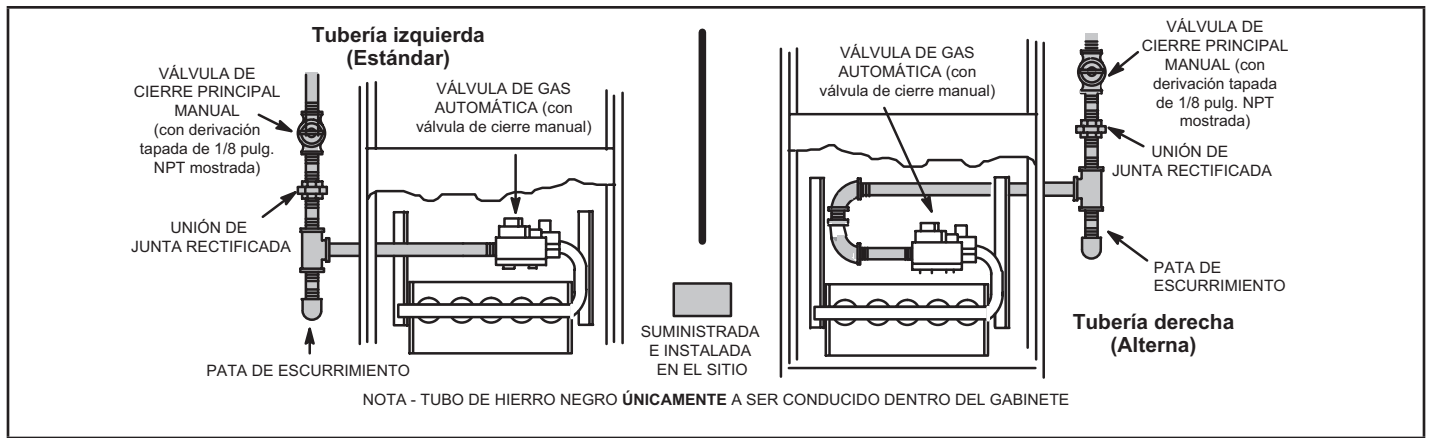

FIGURA 55
- 1 - La tubería de gas se puede conducir a la unidad desde el lado izquierdo o lado derecho. La tubería de suministro entra a la válvula de gas desde el costado de la válvula como se muestra en la "FIGURA 55". La torsión máxima es de 800 pulg-libras y la torsión mínima es de 350 pulg-libras cuando se conecte la tubería de gas a la válvula de gas.
- 3 - La tubería de gas no debe tenderse a través de los conductos de aire, canaletas de ropa, chimeneas o ventilación de gas, montaplatos o el hueco del ascensor. Centre la línea de gas en el centro del agujero para tuberías. La línea de gas no debería tocar el costado de la unidad. Ver "FIGURA 55".